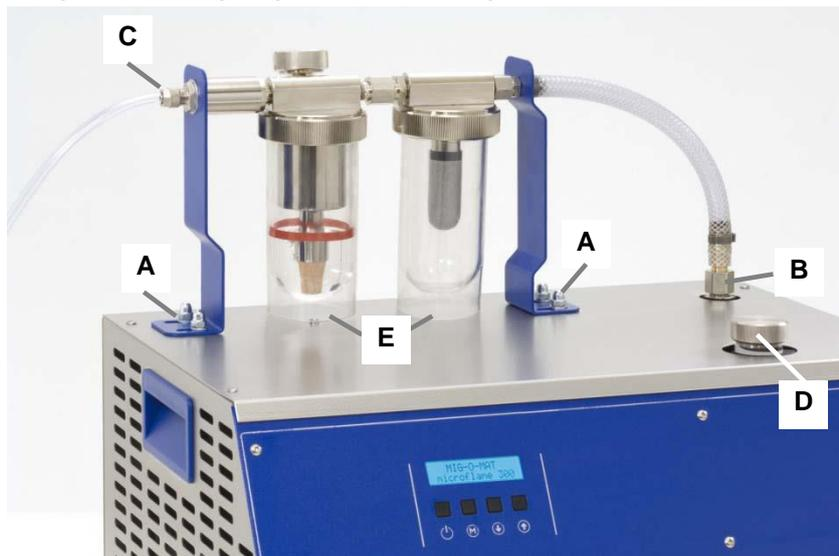

Bild 5.2. Korrekt angeschlossenes Geräte-Oberteil
Betreiben Sie das Gerät nie ohne die Schutzhülle (Bild 5.2.E) über den Gläsern!
1. Verschlusskappe vom Einfüllrohr (*siehe Bild 5.2.D.*) des Elektrolytreaktors abschrauben.